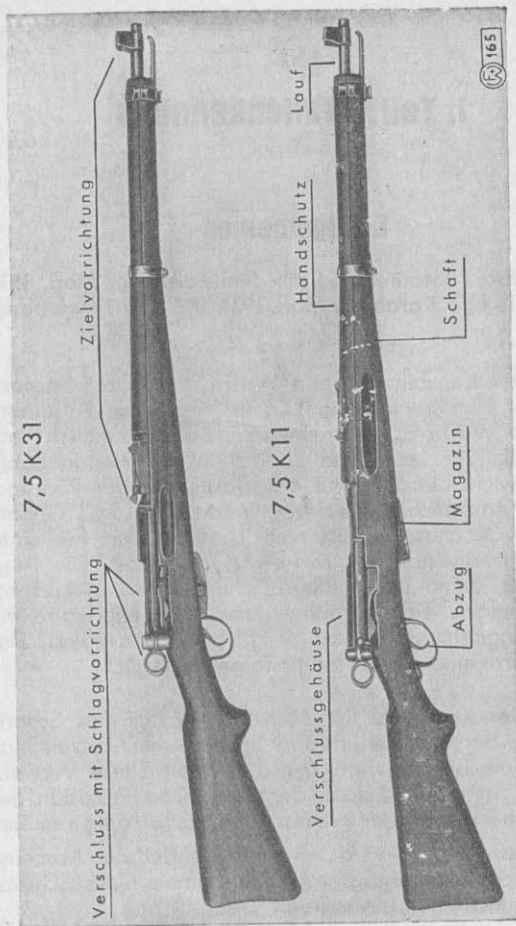

Fig. 1
1. Unsere Infanterie ist mit dem **Karabiner Mod. 1911** (7,5 K. 11) und **Karabiner Mod. 1931** (7,5 K. 31) bewaffnet (Fig. 1).
15. Der Schaft (Fig. 1) schützt den Lauf, verbindet mit Hilfe der Garnituren sämtliche Karabinerteile zu einem Ganzen und macht die Waffe handlich. Er besteht aus Kolben, Kolbenhals mit Pistolengriff, Mittelschaft und Vorderschaft. Der Kolben dient zum Einziehen des Karabiners in die Schulter. Der **Handschutz** schützt die Hände bei heissem Lauf und verhütet das beim Zielen störende Flimmern der Luft.